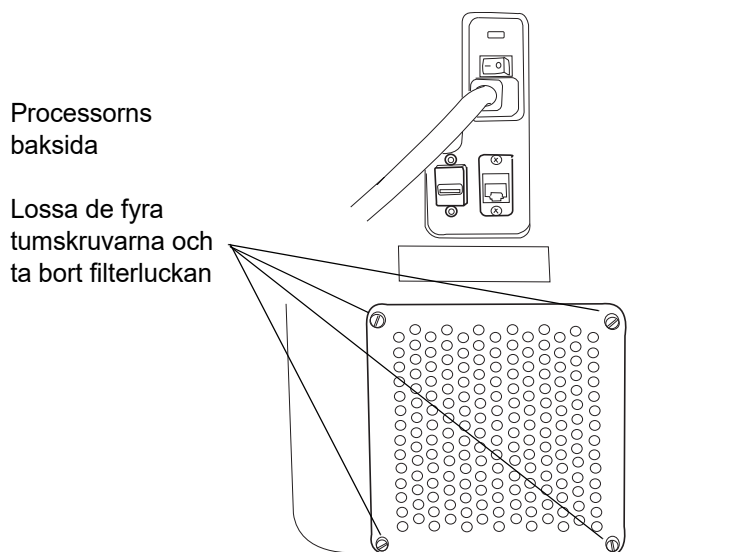

Bild 4-9 Ta bort filterluckan
1. Skruva loss tumskruvarna som håller åtkomstluckan på plats. Lägg den åt sidan. (Se Bild 4-9.)